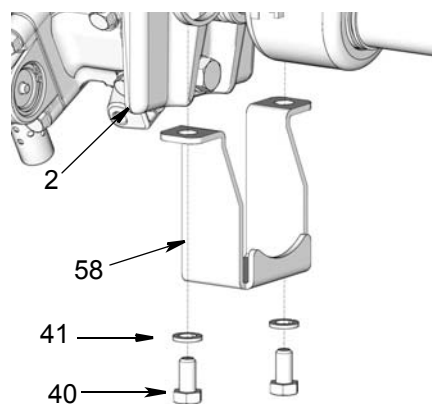

图 34
4. 将防护指套 (58) 安装到泵底座上 (2)。装上三个垫圈 (41) 和螺丝 (40)。牢牢拧紧 (图 34)。